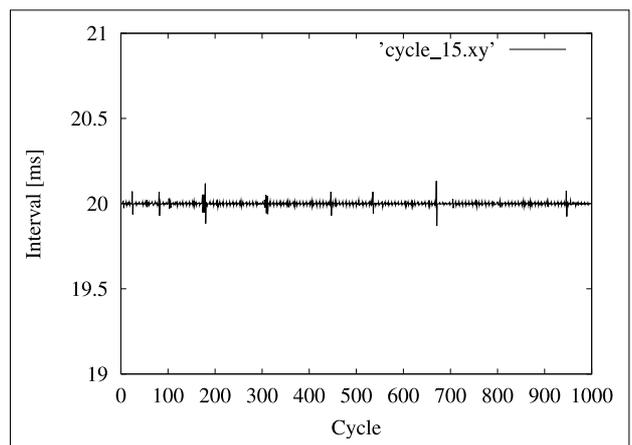

図2 15ミリ秒の休眠を指定した周期実行の周期
さて、実験してみましょう。まずは「./1cycle 15」として実行が終わるまで、静かに待ちましょう(やたらとマウスを動かしたり、他のプログラムを起動しない)。すると、cycle.xyというファイルができます。これを適当なグラフ化ソフト(gnuplotなど)でグラフにしてみます。その例を図2に示します。
- ・ 時々30ミリ秒になったり、不定に大きく遅れることがある( 図2には現れていませんが )。